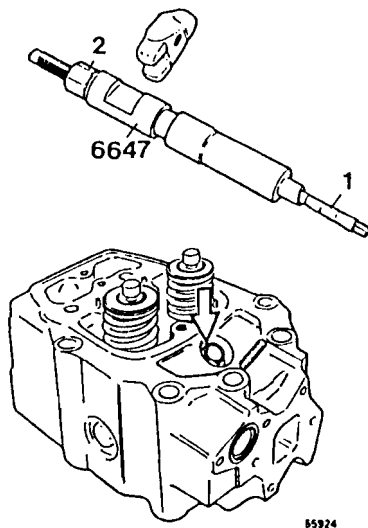

Fig. 85
- 15 Quitar el macho de abocardar (1) de la herramienta 6647, ver fig. 85. Desenroscar la tuerca (2) del vástago de la herramienta. Introducir el nuevo manguito de cobre en la herramienta y enroscar el macho de abocardar. Controlar que la escotadura del manguito de cobre se orienta hacia las válvulas cuando el manguito de cobre junto con la herramienta se introduce en la culata.